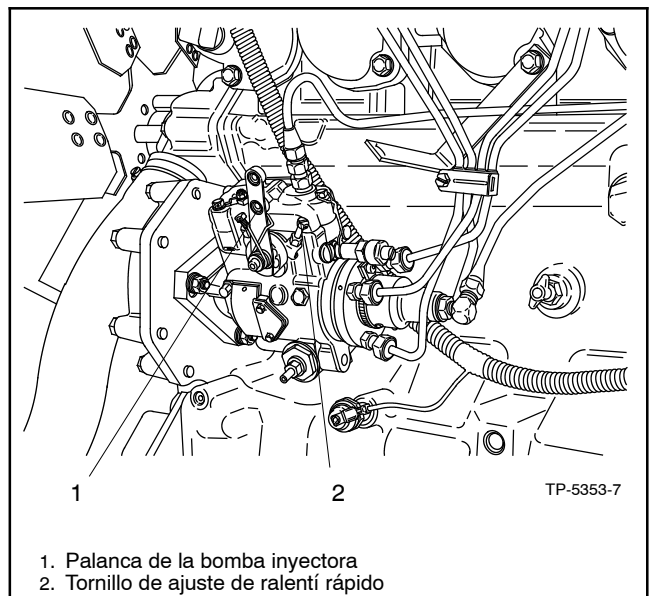

Figura 10-8 Ajustes del regulador, típico
3. Compruebe si la palanca de la bomba inyectora se mantiene en posición de ralentí rápido frente al tornillo de ajuste de ralentí rápido. Consulte la Figura 10-8.